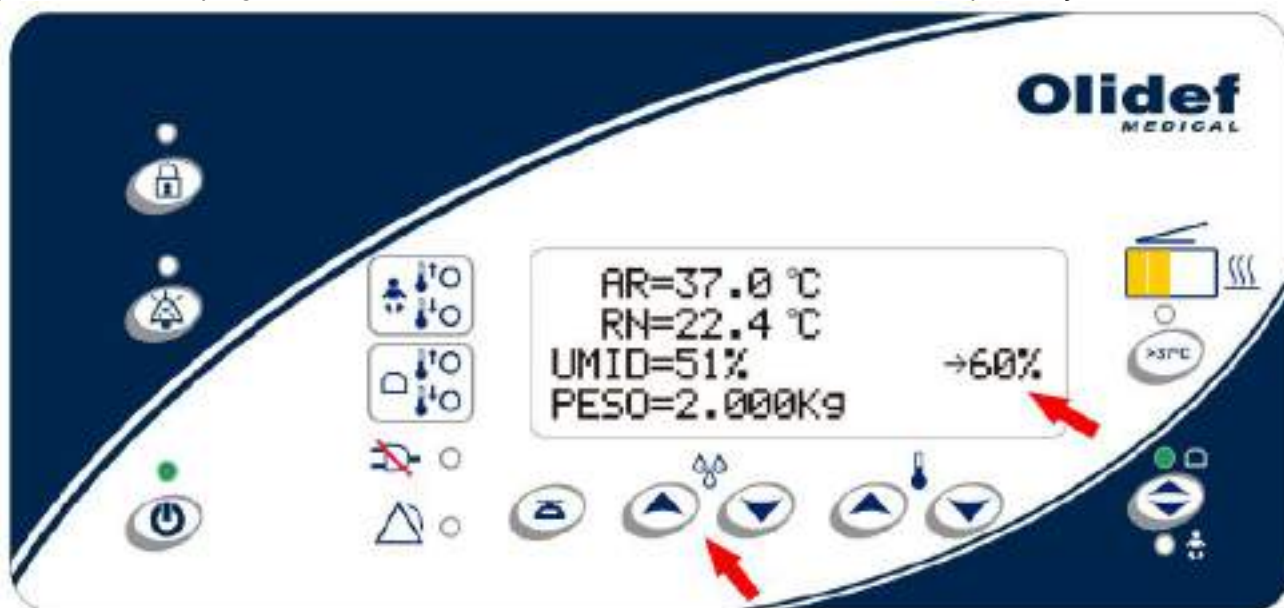

Figura 142 – Display – controle de umidificação MC2
- Para programar a umidade desejada, utilize as teclas de AUMENTO DE UMIDADE / REDUÇÃO DE UMIDADE, indicadas na figura 142.